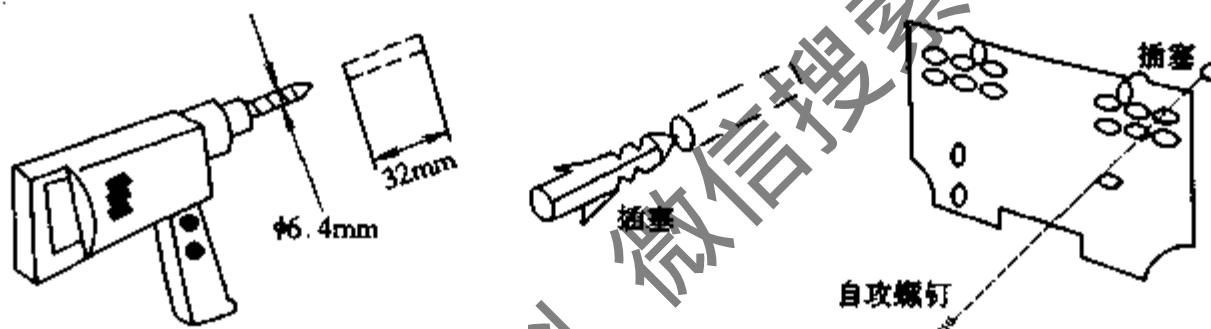

图 7-37 固定安装板
(1) 在墙上开  $\Phi 6.4\text{mm}$ 、深  $32\text{mm}$  的孔, 如图 7-37。